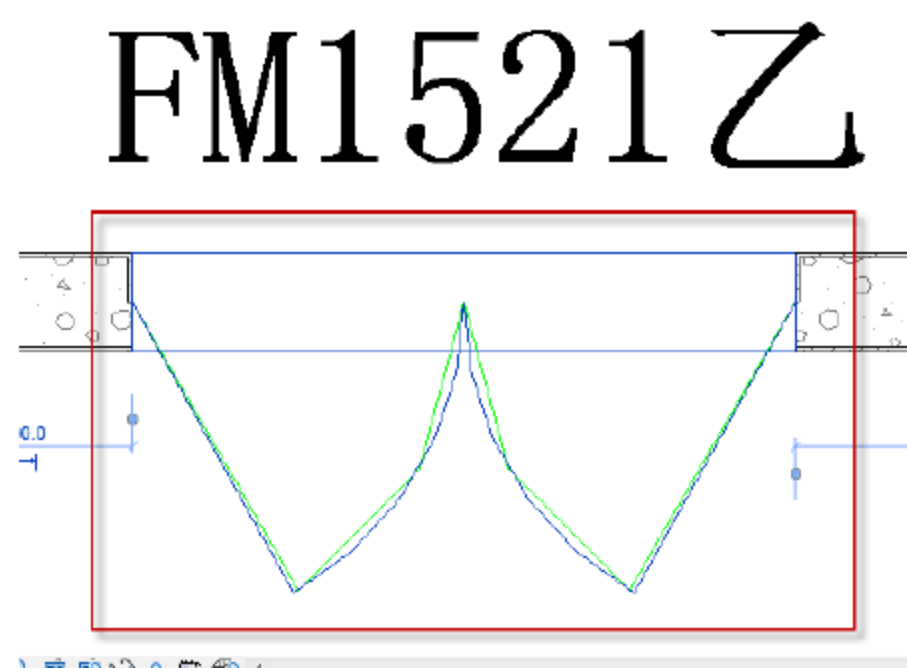
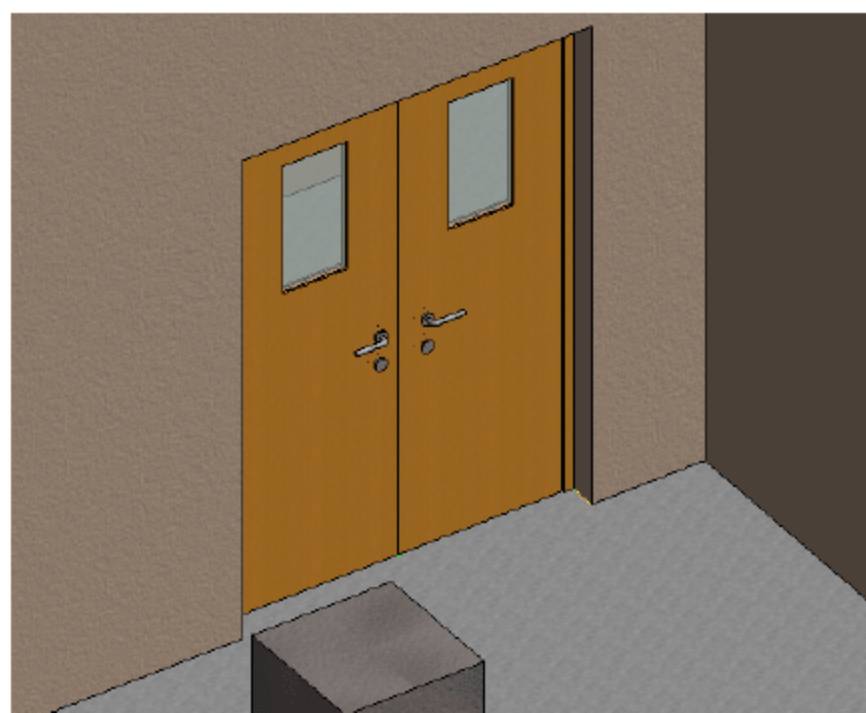

图 9.3.18 完成翻转“FM1521 乙”实例面
图 9.3.19 3D 效果图
(14) 完成翻转“FM1521 乙”实例面，如图 9.3.18 所示，3D 效果如图 9.3.19 所示。